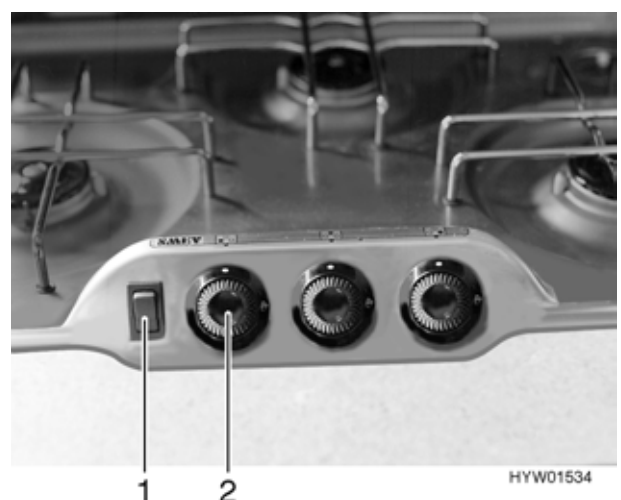

Bild 115 Bedienelemente für Gaskocher
- Reglerknopf (Bild 115,2) drücken, in Stellung "Max." drehen und gedrückt halten, bis Gas zum Brenner strömt.
- Wippschalter (Bild 115,1) drücken. Am Brenner werden Zündfunken erzeugt.